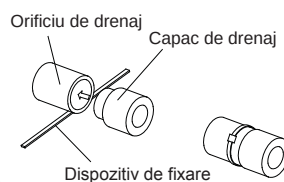

Fig.27
(8). Atunci când se utilizează orificiul de drenaj de pe partea dreaptă a unității, remontați capacul de drenaj la orificiul de drenaj de pe partea stângă.(Fig.27)